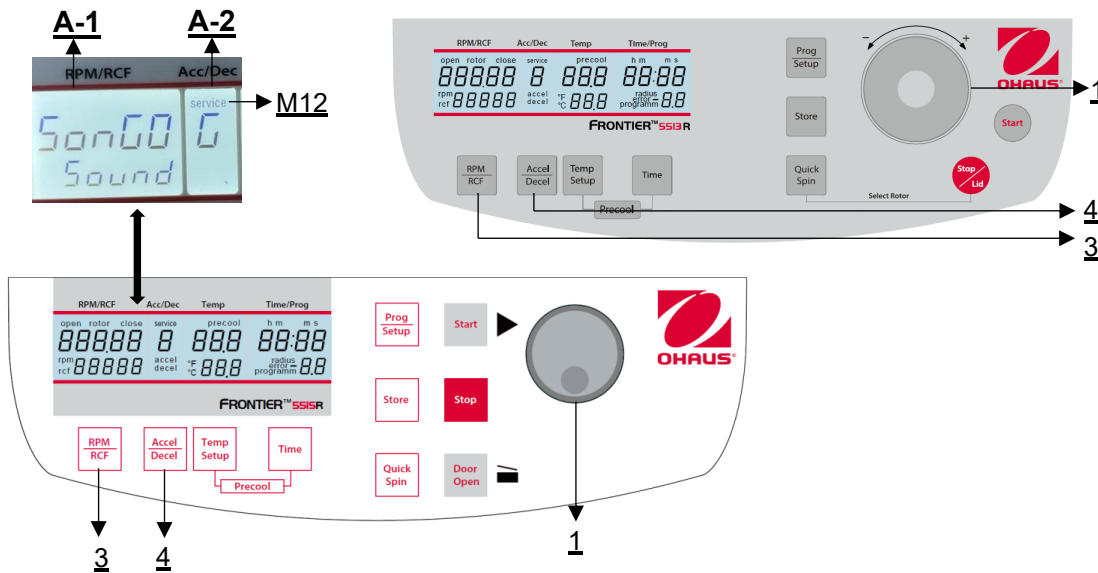

Figure 29
Procéder comme décrit au point 4.1.1 pour entrer dans ce mode de programmation et appuyer ensuite sur la touche **"Accel/Decel"** (4). Sur l'écran **"Acc/Déc"** (A-2), le mot **"Service"** (M12) clignote. Sélectionnez maintenant la lettre **"G"** à l'aide du bouton de réglage / de la roue tactile (1). Les mots **"SonGo/Sound"** apparaissent alors dans l'affichage **"RPM | RCF"** (A-1). Après avoir appuyé sur la touche **"RPM | RCF"** (3), vous pouvez sélectionner un morceau à l'aide du bouton de réglage / de la molette tactile (1) (**voir figure 29**).